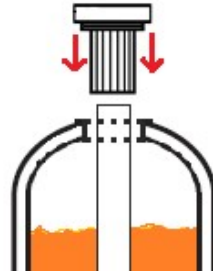

Figura 2.17: Paso 6. Carga de la botella
- **Paso 6:** Elimine la cinta adhesiva o trapo que haya utilizado para impedir el paso de resina al interior del distribuidor. Instalar el distribuidor superior (Figura 2.17) aplicando, levemente, vaselina en las juntas.